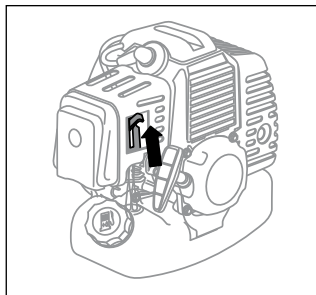

Рис. 12
4. Переведите рычаг воздушной заслонки в верхнее положение – $\uparrow$ «Закрыто» (рис. 12).
7. Переведите рычаг воздушной заслонки (рис. 12) в нижнее положение ||| «Открыто».
1. Переведите рычаг воздушной заслонки в нижнее положение – ||| «Открыто» (рис. 12).